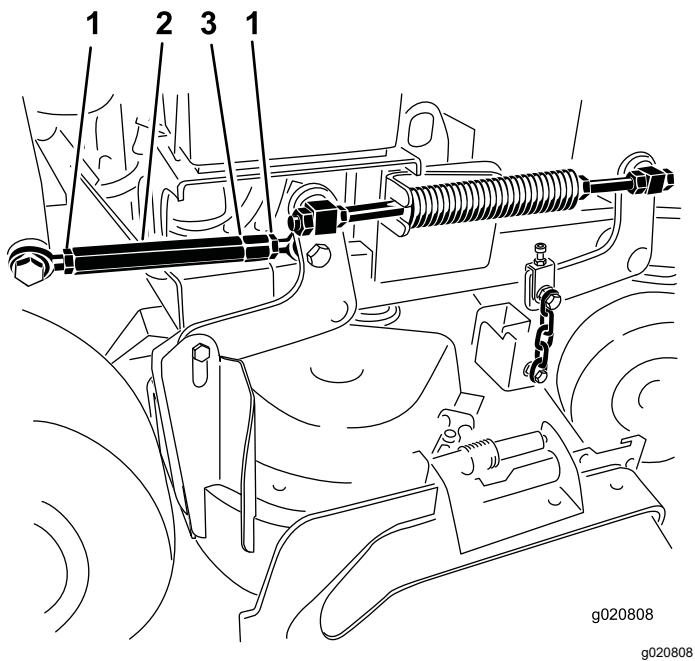

Figure 86
4. Desserrez les écrous de blocage à chaque extrémité du tendeur (Figure 86).
- Remarque:** L'extrémité du tendeur portant la gorge est filetée à gauche (Figure 86).